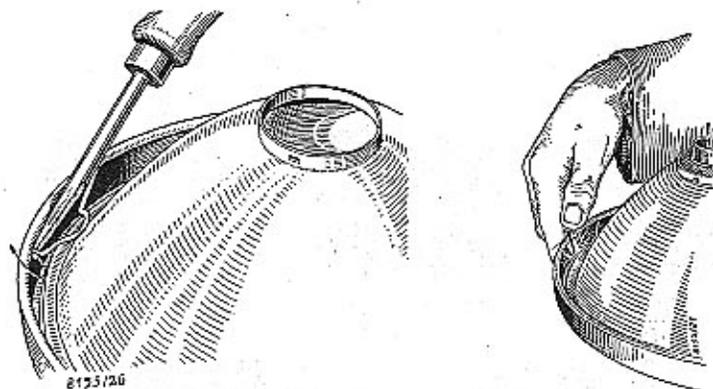

Bild 20 Entfernen der Haltefedern Bild 21 Einsetzen der Haltefedern
3. Haltefedern zwischen Spiegel und Deckelrand mit Hilfe eines Schraubenziehers herausdrücken (Bild 20). Dabei darauf achten, daß die Federn nicht herauspringen.